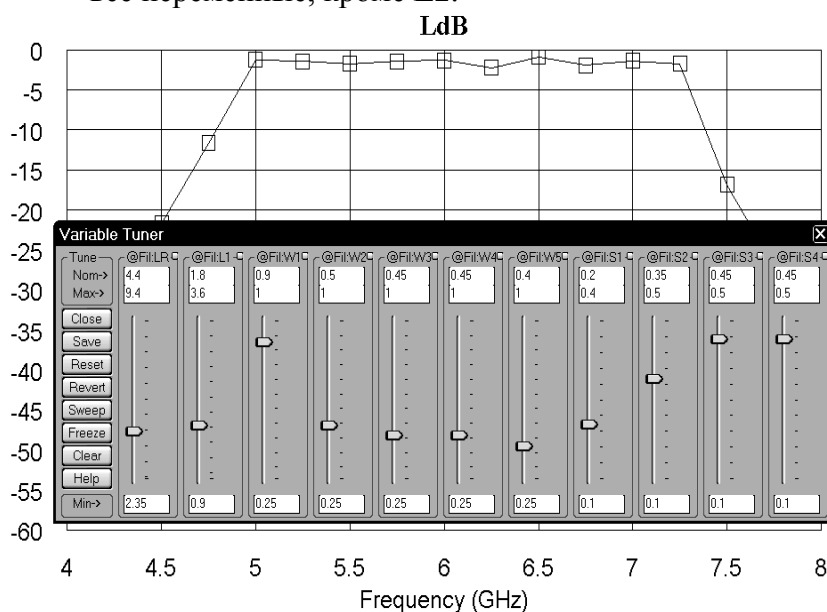

Рис. 3.172
5. Сделайте активным окно графика. Щёлкните по значку **Tune** и, двигая движки переменных на блоке настройки, добейтесь приемлемой характеристики (рис. 3.172). Округлите полученные значения переменных до пяти сотых. Это можно сделать или в окне схемы, или на блоке настройки, отредактировав значения в строке **Nom->** блока настройки. Переменные получили значения (после округления): $LR=4.4$, $L1=1.8$, $W1=0.9$, $W2=0.5$, $W3=0.45$, $W4=0.45$, $W5=0.4$, $S1=0.2$, $S2=0.35$, $S3=0.45$ и $S4=0.45$.